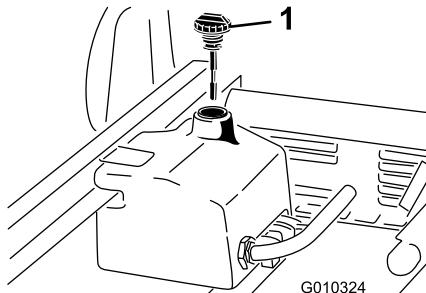

Bild 17
- Reinigen Sie den Bereich um den Einfüllstutzen und den Deckel des Hydraulikbehälters (Bild 17). Drehen Sie den Deckel vom Einfüllstutzen ab.
2. Entfernen Sie den Peilstab (Bild 17) aus dem Einfüllstutzen und wischen ihn mit einem sauberen Lappen ab. Stecken Sie den Peilstab in den Einfüllstutzen und ziehen ihn dann heraus, um den Ölstand zu prüfen. Der Ölstand sollte sich zwischen den beiden Marken am Peilstab befinden.